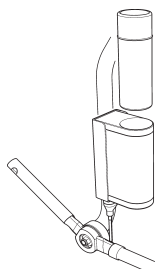

Abb. 11
1. Heben Sie den Akku aus dem Hebebügelssystem (siehe Abb. 11). Der Akku wird magnetisch gehalten. Ziehen Sie den Akku einfach aus der Steuereinheit des Hebebügelssystems.